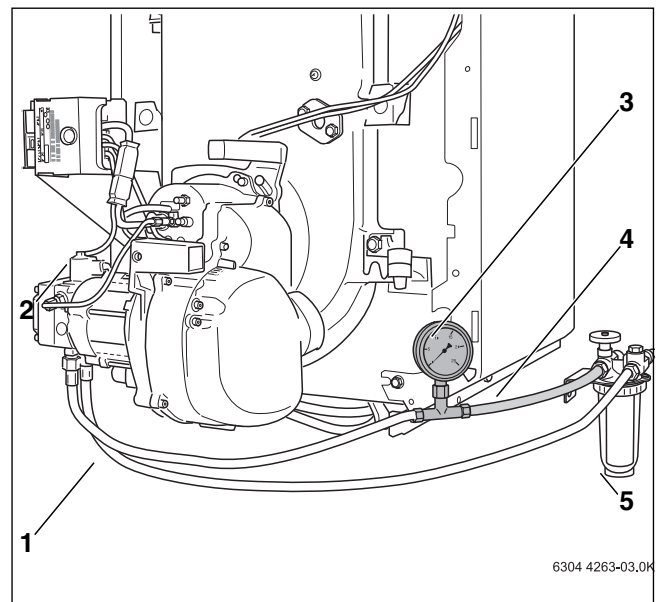

Bild 28 Ölfilter, Vakuummeter und transparenter Schlauch
- ▶ Vakuummeter (→ Bild 28, [3]) mit transparentem Schlauch (→ Bild 28, [4]; Zubehör), wie in Bild 28 dargestellt, zwischen Ölfilter (→ Bild 28, [5]) und Ölsaugleitung (→ Bild 28, [1]) montieren.
- ▶ Ölfeuerungsautomaten (→ Bild 28, [2]) vom Sockel abziehen.
- ▶ Blasenfreiheit des angesaugten Öls über den transparenten Schlauch (→ Bild 28, [4]) kontrollieren.
- ▶ Ölabsperrrhahn am Ölfilter (→ Bild 28, [5], Seite 17) schließen und transparenten Schlauch (→ Bild 28, [4], Seite 17) mit Vakuummeter (→ Bild 28, [3], Seite 17) demontieren.
- ▶ Ölsaugleitung (→ Bild 28, [1], Seite 17) an den Filteranschluss des Ölfilters (→ Bild 28, [5], Seite 17) anschrauben.
- ▶ Ölabsperrrhahn am Ölfilter (→ Bild 28, [5], Seite 17) öffnen.